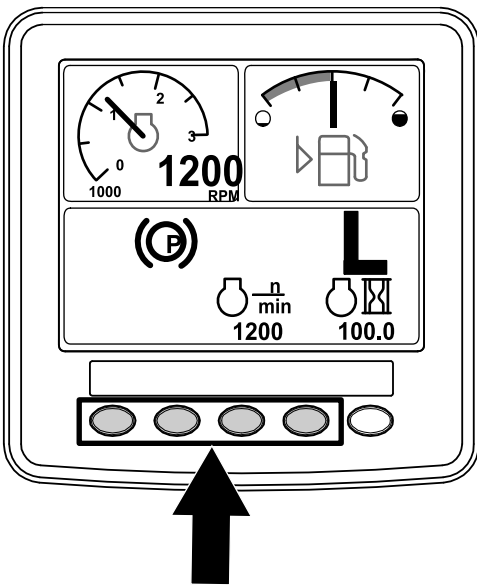

図 7
1. ホーム画面で、ボタン 14 のうち任意のボタンを押すと、画面下部にメニューが表示される図 7。